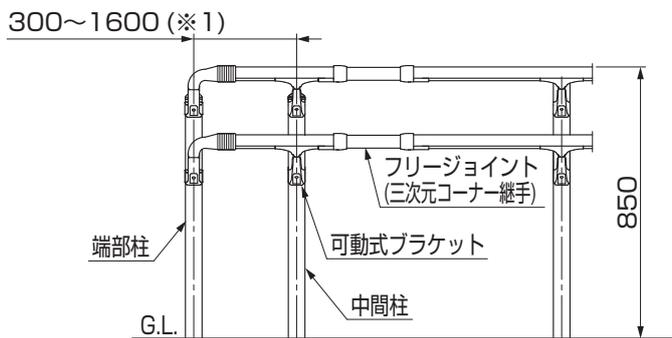
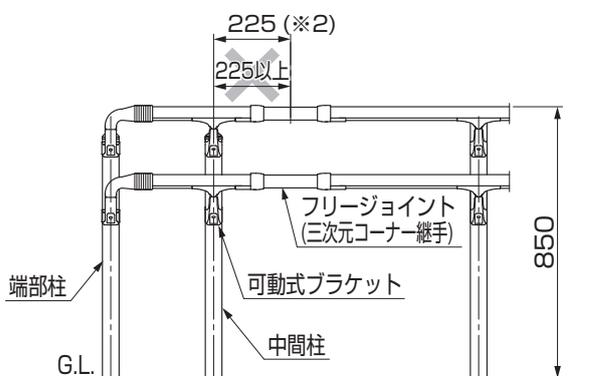

図12-1
図12-2
- 端部柱と中間柱の柱ピッチは300~1600mm(※1)を必ず守ってください。(図12-1参照)
- 中間柱からのフリージョイント(三次元コーナー継手)の飛出し寸法は225mm(※2)を必ず守ってください。(図12-2参照)
- 「図12-1」、「図12-2」のような施工でアルミ柱を使用している場合は、フリージョイントを使用しないでください。